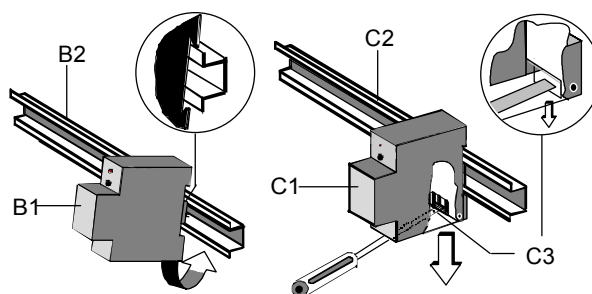

Bild 2: Montage und Demontage des Reiheneinbaugerätes
- Das Gerät (B1) in die Hutschiene (Bild 2, B2) einhängen und
- das Gerät (Bild 2, B1) nach hinten schwenken, bis der Schieber hörbar einrastet.
- Mit einem Schraubendreher den Schieber (Bild 2, C3) nach unten ziehen, durch leichtes Drücken einrasten und
- den IP Router N 146 (C1) aus der Hutschiene (Bild 2, C2) Herausschwenken.